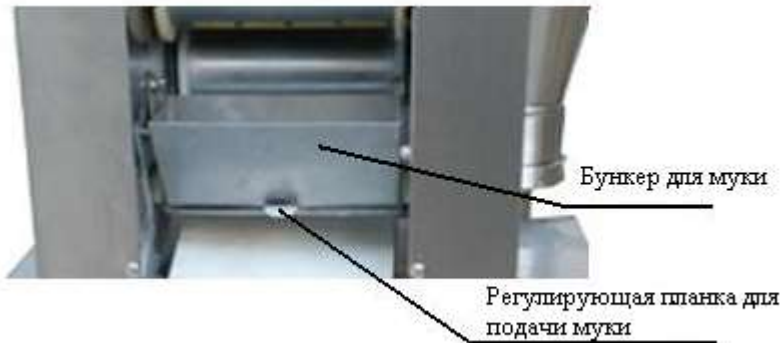

Рис. 7
- Вставить готовый фарш в фарше воронку, включить выключатель подачи фарша, отрегулируйте скорость подачи фарша до минимума. Наблюдайте за расходом фарша и его распределению по тесто трубке. При помощи регулировки добейтесь плавного и равномерного распространения и наполнения тесто-трубки фаршем. (а) Заполнить бункер подсыпки сухой муки (рис. 7) нажать кнопку запуска подачи муки. Запустите систему подачи теста. Следите за толщиной выходящего теста.
- (а) После того, когда пельмени без фарша соответствуют требованиям пользователя, включить выключатель подачи фарша, поворачивать кнопку для регулировки скорости подачи фарша (см. Рис.7), чтобы достигло до требующего пользователем объема фарша.